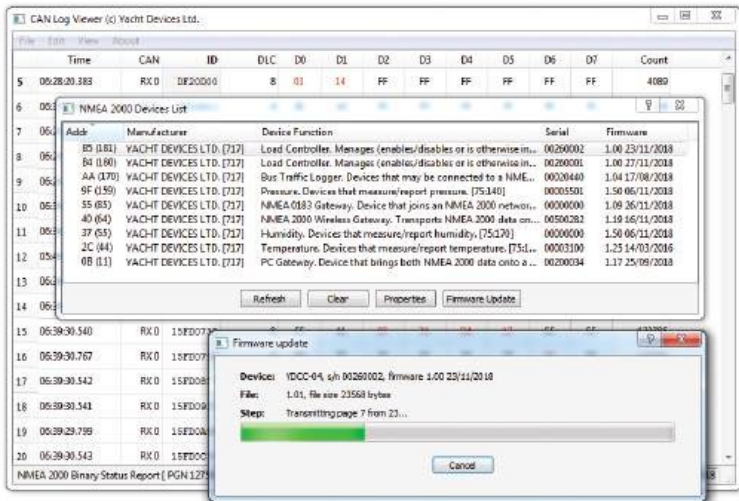

Рисунок 1. Обновление прошивки устройства управления цепями YDCC-04
2. Нажмите кнопку «Refresh» (см. рис. 1 на следующей странице) в открывшемся окне и дождитесь появления устройства в списке.